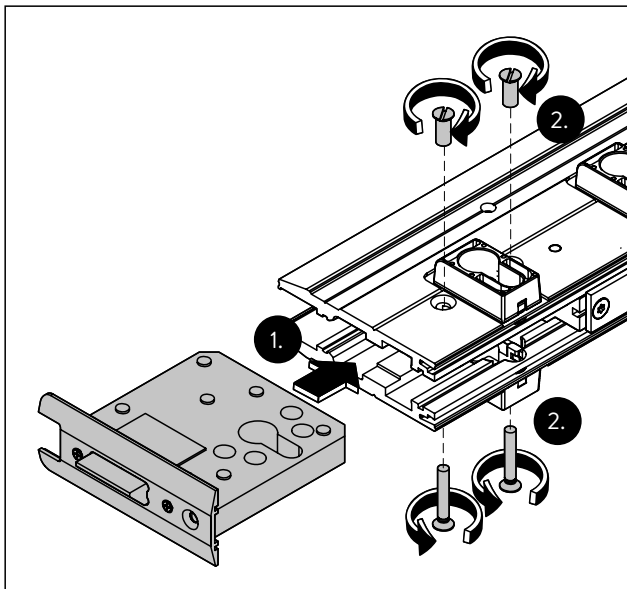

Abb. 13 Das Fallenschloss wieder montieren
- Das Fallenschloss in die Türschiene einsetzen (Abb. 13/1) und mit den Schrauben und Hülsen befestigen (Abb. 13/2).